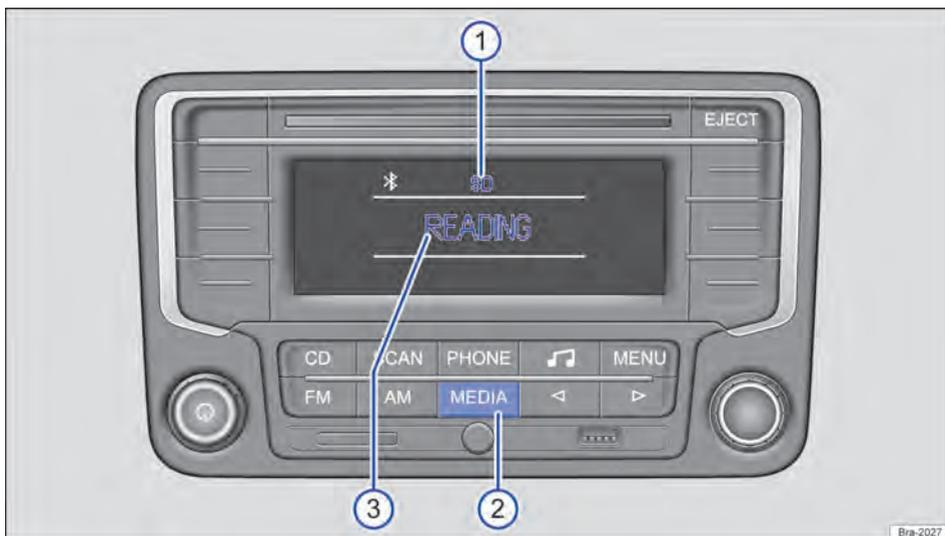
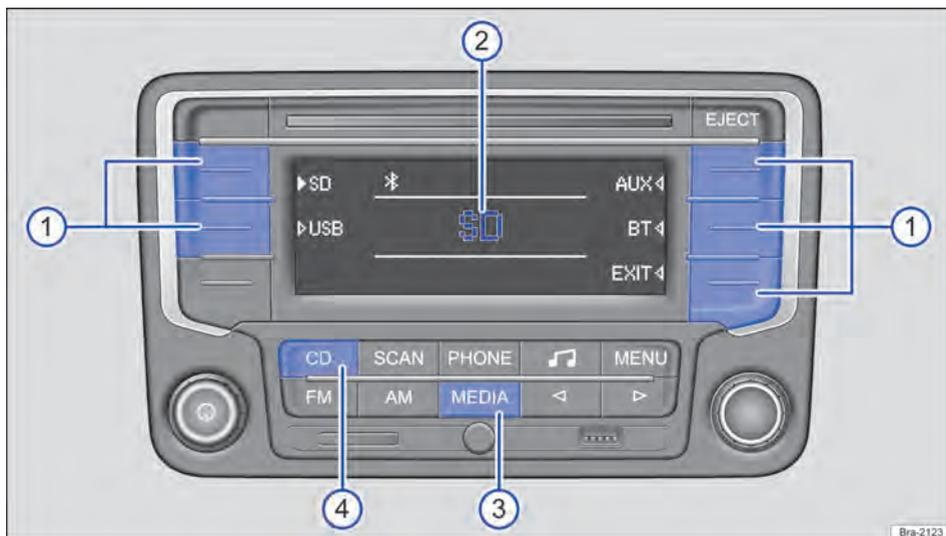

Fig. 159 Exemplo de exibição na operação de mídia: o rádio lê arquivos de um cartão SD.
Fig. 160 Exemplo de exibição na operação de mídia: a reprodução da última fonte de mídia tocada é continuada, outras fontes de mídia são selecionáveis.
Na operação de mídia podem ser selecionadas e controladas diferentes fontes de mídia. Para trocar para a operação de mídia, pressionar brevemente o botão do aparelho **MEDIA** → Fig. 159 ②.
Se a última fonte de mídia tocada ainda estiver conectada, a reprodução dessa fonte de mídia será automaticamente continuada e na troca para a operação de mídia ela será brevemente exibida no centro do display → Fig. 160 ②.
Na operação de mídia em execução, a fonte de mídia selecionada sempre será exibida na parte superior central do display → Fig. 159 ①.
Todas as fontes de mídia selecionáveis → Página 185, *Selecionar as fontes de mídia* são exibidas na área lateral do display → Fig. 160. Em algumas situações de operação, por exemplo, enquanto o rádio lê uma fonte de mídia, nenhuma fonte de mídia é selecionável → Fig. 159.
No centro do display é exibido o status atual da fonte de mídia, por exemplo, **READING**, enquanto o rádio lê uma fonte de mídia → Fig. 159 ③, informações sobre a faixa → Página 187 ou mensagens de erro:
Iniciar a operação de mídia → Página 184, *Menu principal MEDIA*. Se a última fonte de mídia tocada ainda estiver conectada, a reprodução dessa fonte de mídia será automaticamente continuada e na troca para a operação de mídia ela será brevemente exibida no centro do display → Fig. 160 ②.
Nas áreas laterais do display são exibidas todas as fontes de mídia selecionáveis → Fig. 160. Selecionar a fonte de mídia desejada da seguinte maneira:
- Pressionar brevemente o botão de função programado com a fonte de mídia desejada → Fig. 160 ①.
- **OU:** pressionar o botão do aparelho **MEDIA** tantas vezes necessárias até que seja exibida a fonte de mídia (exceto CD) → Fig. 160 ③.
- **OU:** pressionar o botão do aparelho **CD** para reproduzir um CD da unidade de CD interna → Fig. 160 ④.